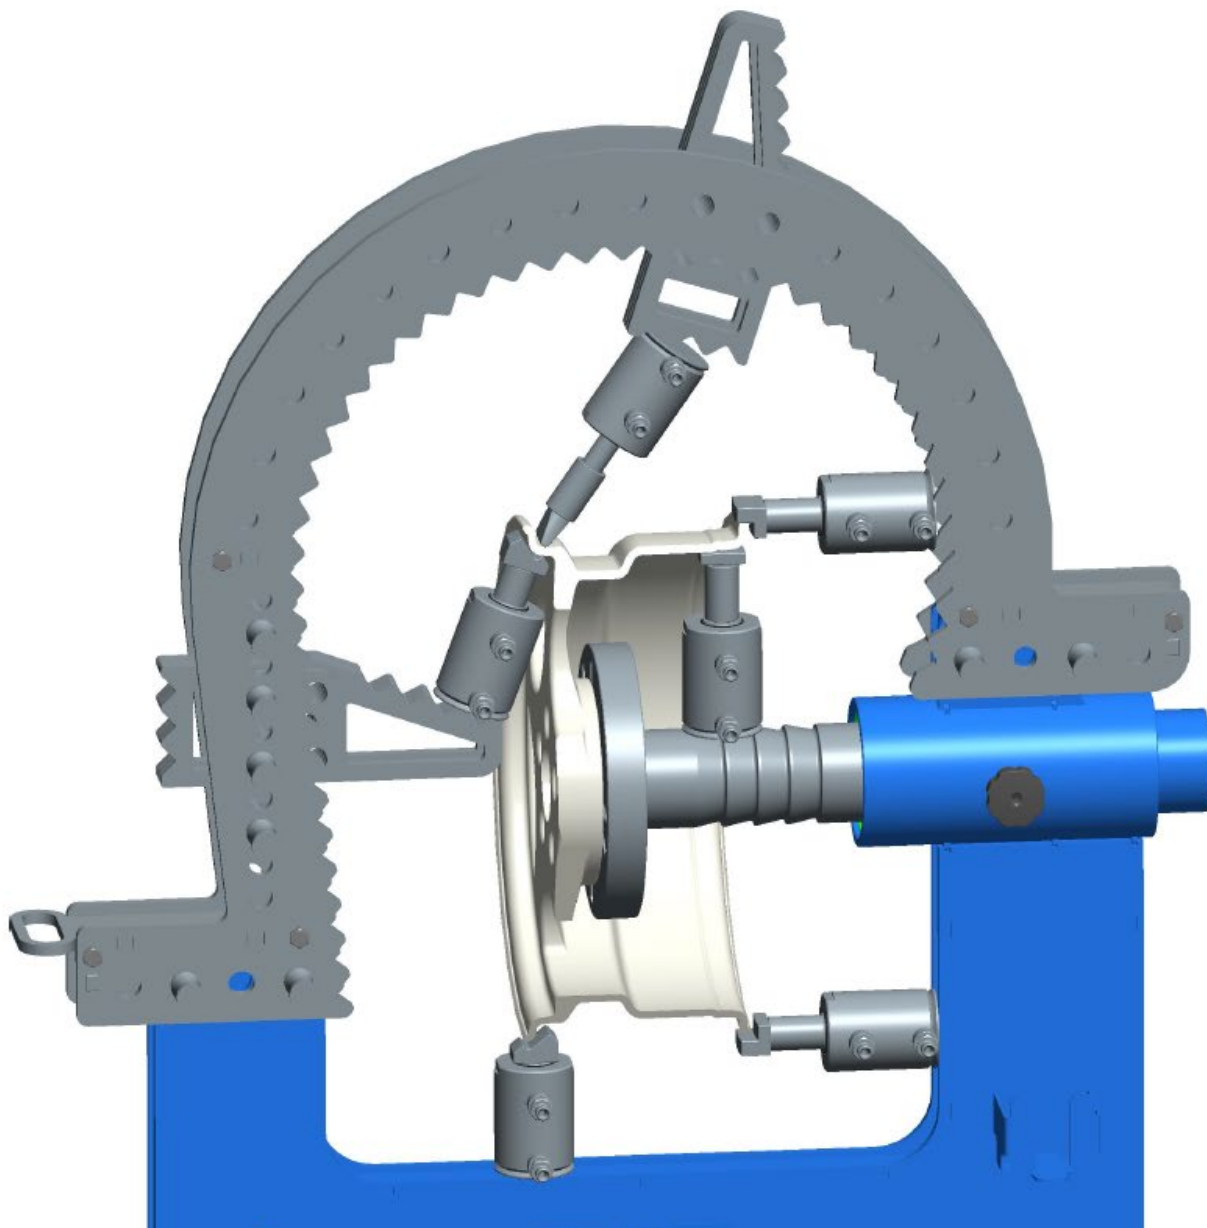

Рисунок 7.4 - Примеры расположения гидроцилиндра с различными типами насадок при правке диска
7.4 Подберите рихтующую насадку соответствующего профиля и вставьте её в шток гидроцилиндра D60. В зависимости от расстояния от упора гидроцилиндра до места правки можно воспользоваться удлинителями и переходниками из комплекта принадлежностей. При необходимости прогрейте диск, предназначенный для правки, с помощью промышленного фена или другого источника тепла до температуры 150...250 °С. Температура прогрева зависит от типа сплава, из которого изготовлен диск. Включите электродвигатель гидравлического насоса. Вращая колесо, произведите рихтовку дефектного участка, продвигаясь от краёв исправляемой зоны к её центру (рисунок 7.4).